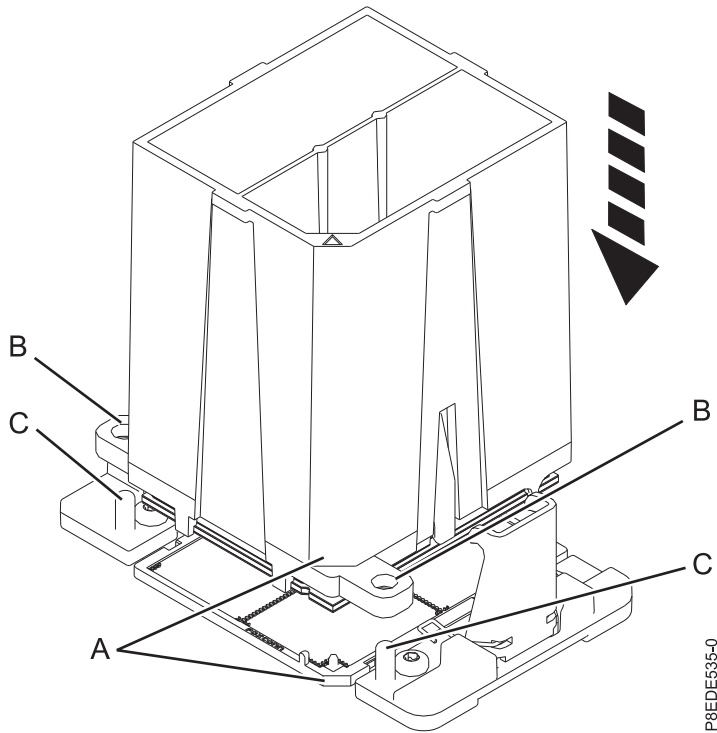

Figure 37. Installation du module processeur système
- b. Abaissez l'outil et le module processeur système sur le support. Alignez l'angle biseauté (A) de l'outil avec l'angle biseauté du support. Assurez-vous que les deux broches de guidage (C) s'insèrent dans les trous d'alignement (B) de chaque côté de l'outil. Prenez soin d'abaisser l'outil uniformément sans l'incliner. Voir figure 37, à la page 37.